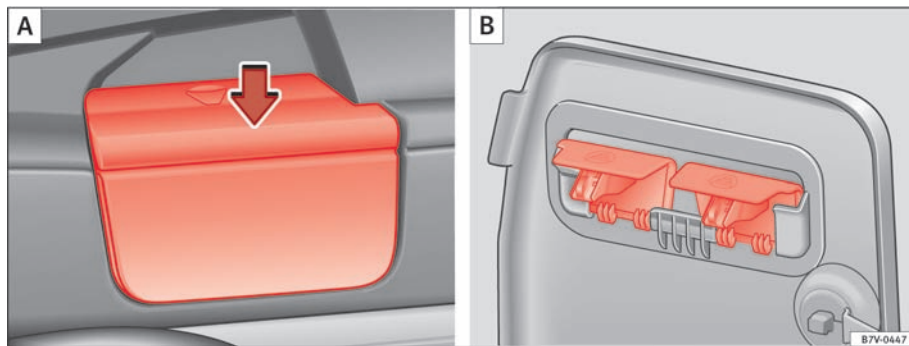

Fig. 92 Sådan tages afdækningen til bagagerumsafdækningens holder af (A), og sådan fastgøres den sikkert (B).
- Tag afdækningerne til holderne i sidebeklædningerne ⇒ Fig. 92 **A** af. Tryk i den forbindelse på afdækningen (pil) oppefra, og træk afdækningen af.